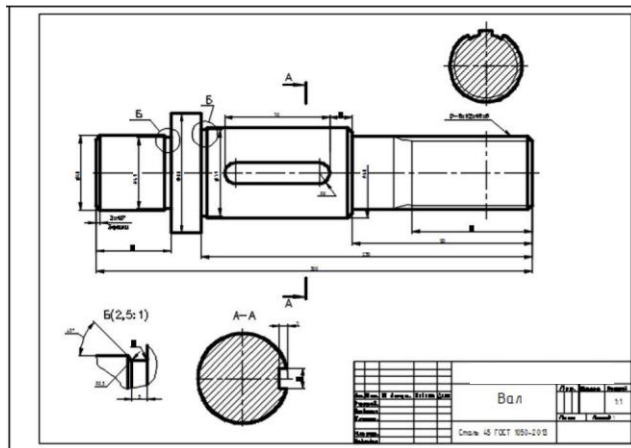

Рис. 12. Образец выполненного практического задания
17. Оформить задание в соответствии с образцом на рис. 12.